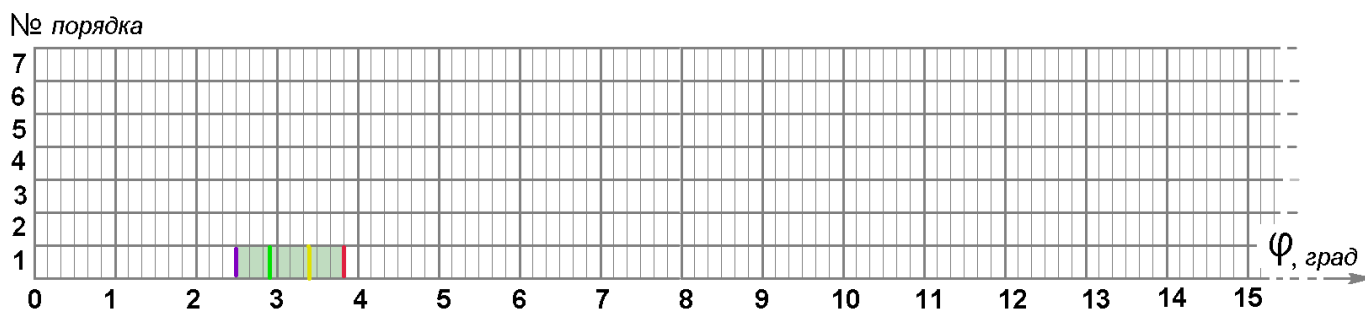

Рис. 5
2. Табличные значения из пункта 1 отобразить в виде диаграммы распределения линий излучения в спектрах различных порядков в зависимости от углов дифракции (рис. 5). Спектр 1 порядка здесь отображен в качестве образца.